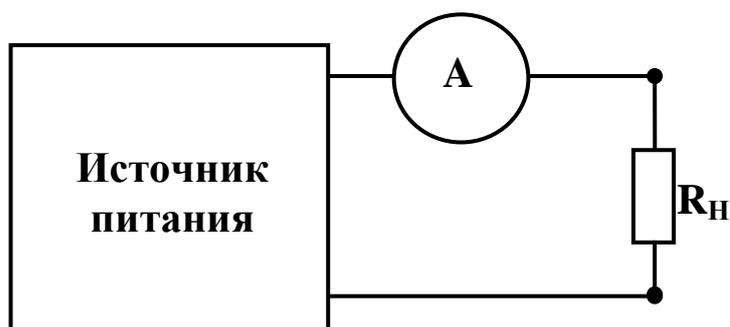

Рис. 14. Структурная схема установки для измерения тока, потребляемого нагрузкой
1. Отключить нагрузку (реальную или эквивалент) от выходного контакта источника питания и включить в разрыв цепи амперметр (рис. 14).